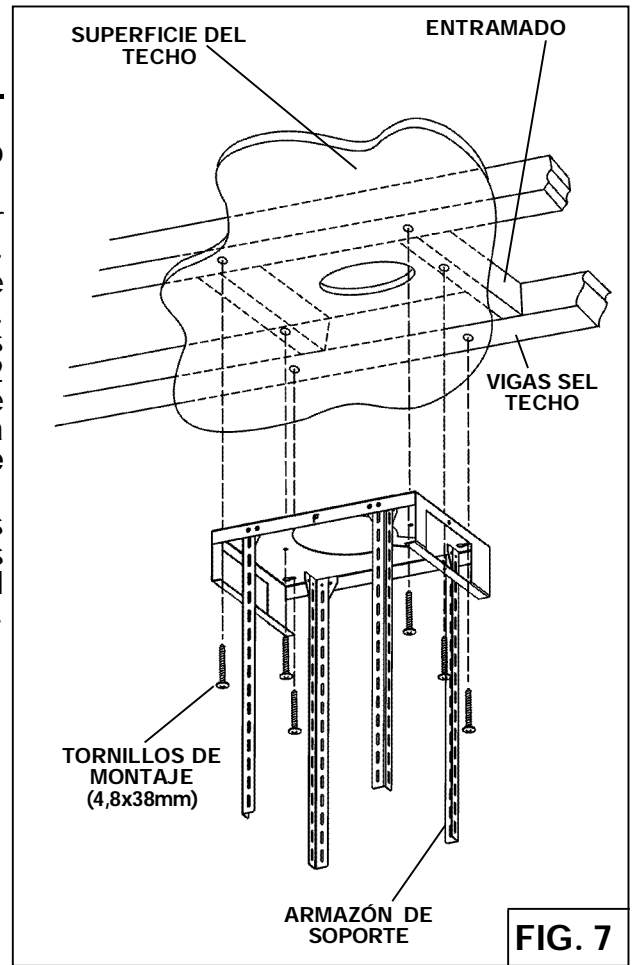

FIG. 7
3. Ajustar la altura total utilizando la tabla en la parte inferior de el **armazón de soporte** como se indica. Suelte y vuelva a apretar los 4 tornillos en las ranuras de ajuste de altura, según sea necesario. Inserte 12 tornillos (3.9x9.5mm) ubicadas en el paquete de hardware (Fig. 7). Asegúrese que este sea una **superposición de 4" min.** entre las patas de soporte superior e inferior.
4. Sujete la mitad superior del armazón de soporte a las vigas y al entramado con los seis (6) tornillos adjuntos (6x70mm). Compruebe que los tornillos vayan al centro de las vigas del techo para una mayor rigidez.